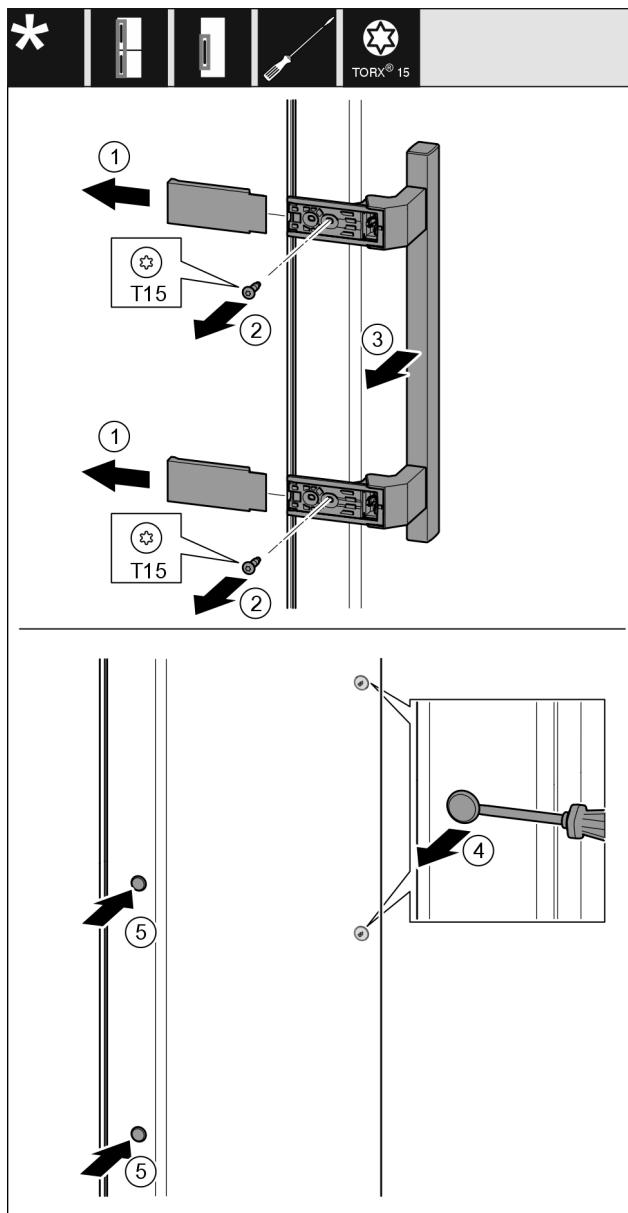

Fig. 21
- ▶ Snemite pokrov Fig. 21 (1).
- ▶ Izvijte vijke Fig. 21 (2) z izvijačem.
- ▶ Snemite ročaj Fig. 21 (3).
- ▶ Previdno dvignite stranski čep Fig. 21 (4) s ploščatim izvijačem in ga izvlecite.
- ▶ Vstavite čep Fig. 21 (5) nazaj na drugi strani.